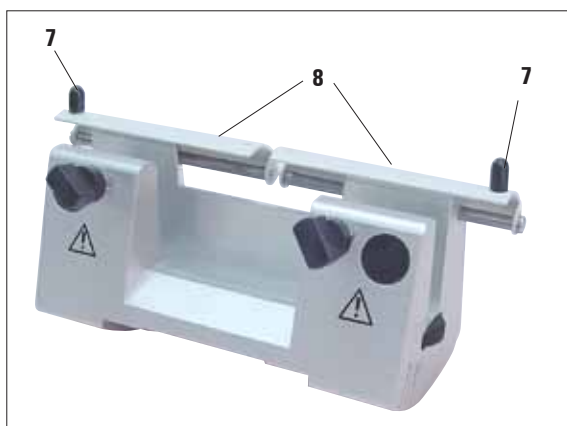

Fig. 5
Sul salvadita (8) del portalama N/NZ sono presenti maniglie (7) per effettuarne lo spostamento (Fig. 5).